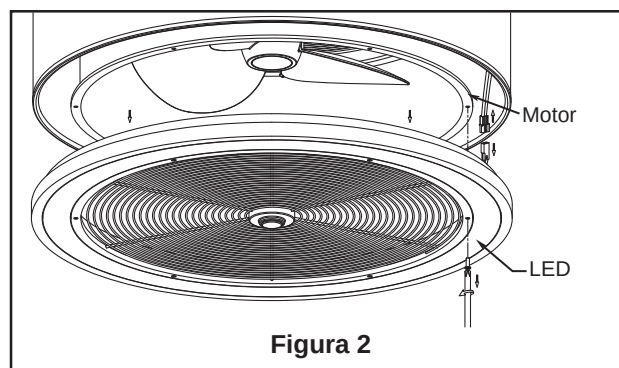

Figura 2
- ☐ 1. Extraiga los seis tornillos de la LED y motor y guárdelos. Desconecte el conector de 2 pines de la LED y del motor. (Figura 2)